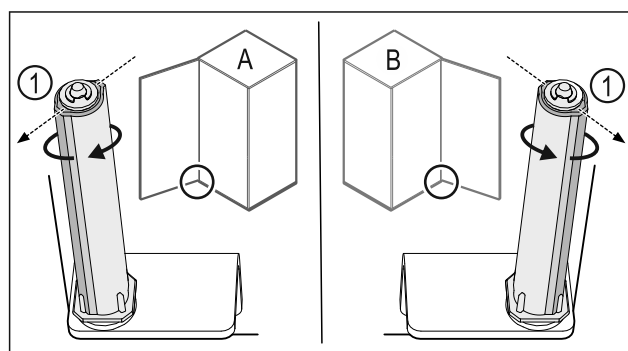

Fig. 30 Levo omejilo (A) / desno omejilo (B)
- ▶ Obrnite zaporni sistem proti upor, dokler ni mostiček zapornega sistema Fig. 30 (1) obrnjen navzven.